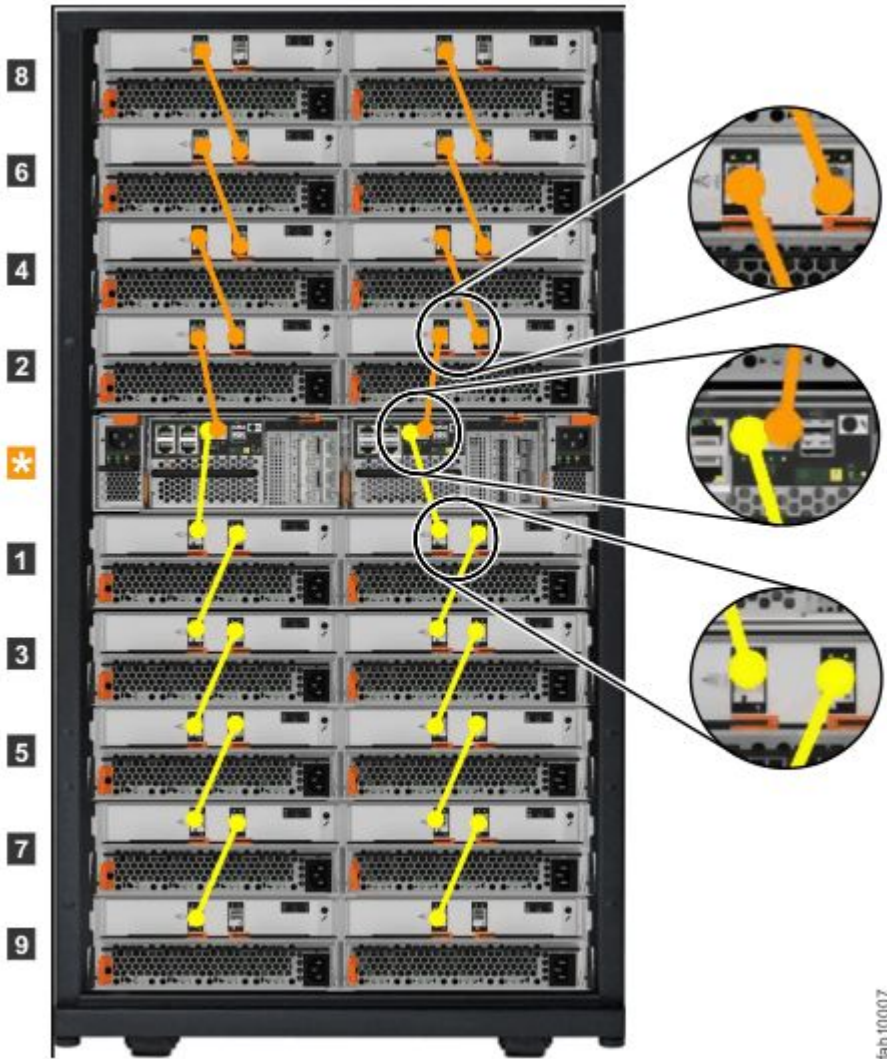

图 22. 连接 SAS 电缆
- 连接至节点容器的 SAS 端口 1 的扩展机柜不能超过 10 个。该链中的扩展机柜应安装到控制机柜下方（如第 24 页图 22 “连接 SAS 电缆” 中所示）。
- 连接至节点容器的 SAS 端口 2 的扩展机柜不能超过 10 个。该链中的扩展机柜应安装到控制机柜上方（如第 24 页图 22 “连接 SAS 电缆” 中所示）。